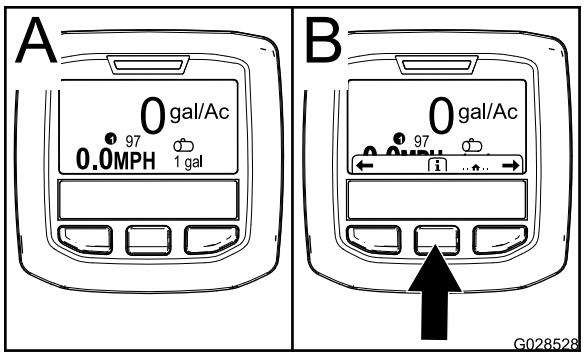

Figura 60
2. Dopo circa 15 secondi, comparirà la schermata iniziale: premete il pulsante di selezione centrale per visualizzare le informazioni contestuali (Figura 60).